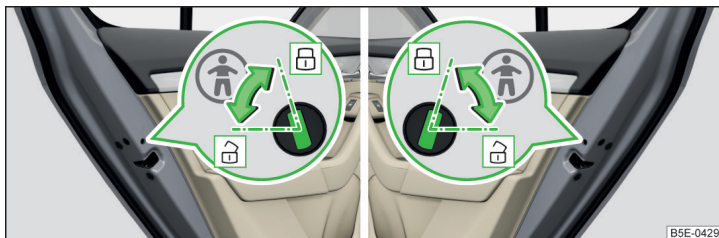

Fig. 53 Puerta posterior: Conectar/desconectar el seguro para niños
- Para **encender**, girar el fusible con la llave del vehículo en la posición » fig. 53.